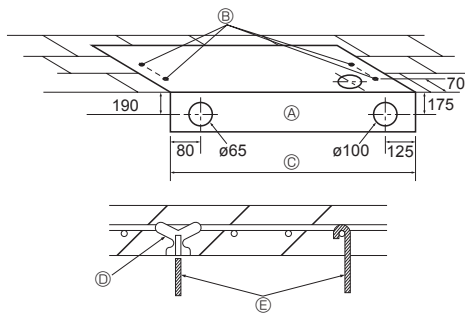

Fig. 3-3
3.2.3. Odabiranje ovjesnih svornjaka i položaja cijevi (Fig. 3-3)